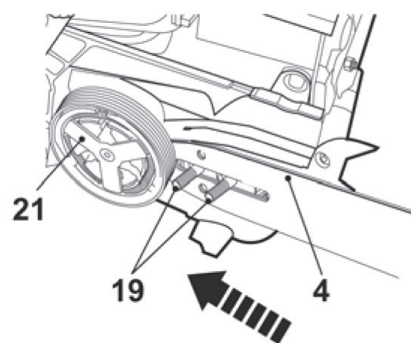

Fig. 3
- > Remova a tampa e a placa espaçadora dos parafusos (19) (a placa não deve voltar a ser instalada).
- > Coloque a abertura da lâmina-guia (4) sobre os pernos (19). Empurre a lâmina-guia (4) para a esquerda, em direção à roda motora (22) por trás da embraiagem (21) (Fig. 3)